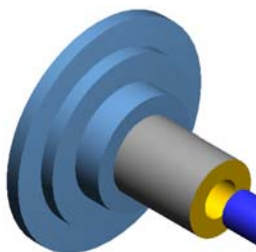

图 13.8.6 仿真结果
(2) 在“Mastercam Simulator”对话框中单击  按钮,在其下拉菜单中选择  命令,单击  按钮,系统将开始进行实体切削仿真,结果如图 13.8.6 所示,单击  按钮。